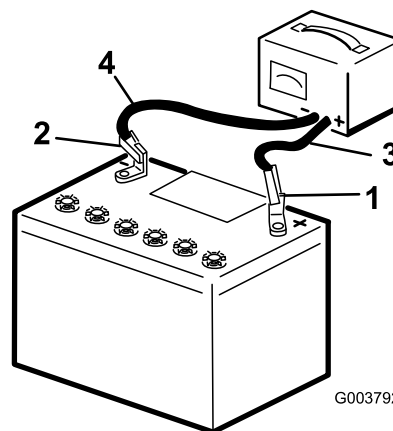

Figura 50
2. Caricate la batteria per 4-8 ore a 3-4 A (Figura 50). Non sovraccaricate la.
scollegate i cavi di ricarica dai poli della batteria (Figura 50).